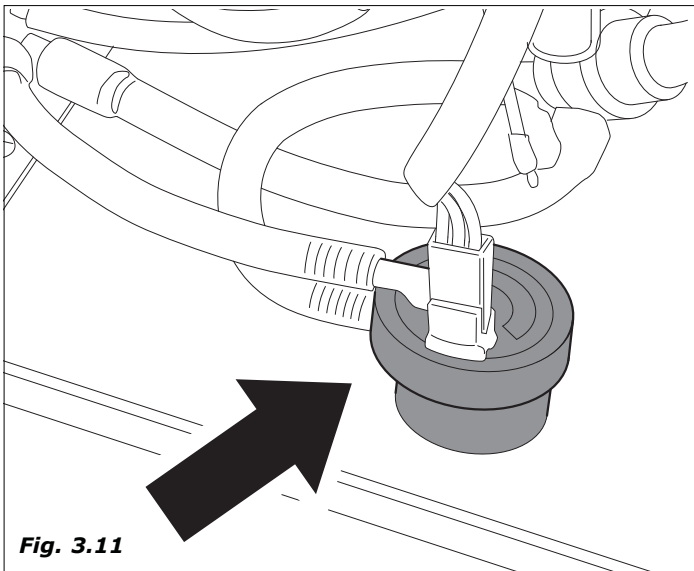

Fig. 3.11
- La pompe qui distribue la quantité d'eau programmée et contrôlée par un dispositif électronique spécial (compteur volumétrique) se met en marche en puisant dans la chaudière café (figure 3.11).
- La pompe délivre la quantité d'eau programmée qui est contrôlée par le doseur volumétrique en la prenant de la chaudière café (figure 3.11).